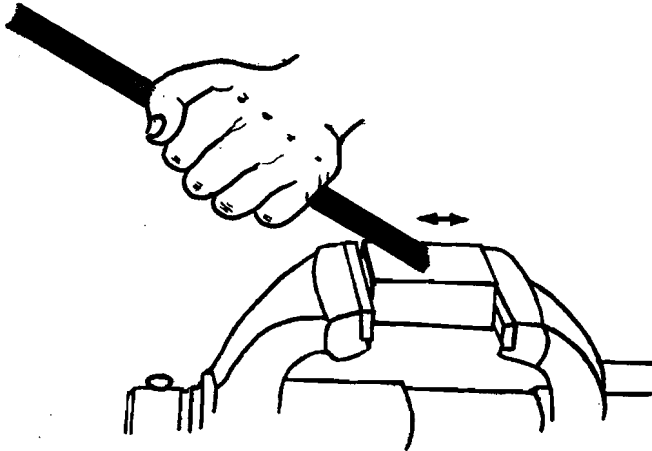

Fig. 3-4
2.1. Cascarilla.—Amarrar la pieza por los extremos para que no se doble (fig. 3.4) y rascar la cascarilla con la punta de la lima hasta eliminarla.